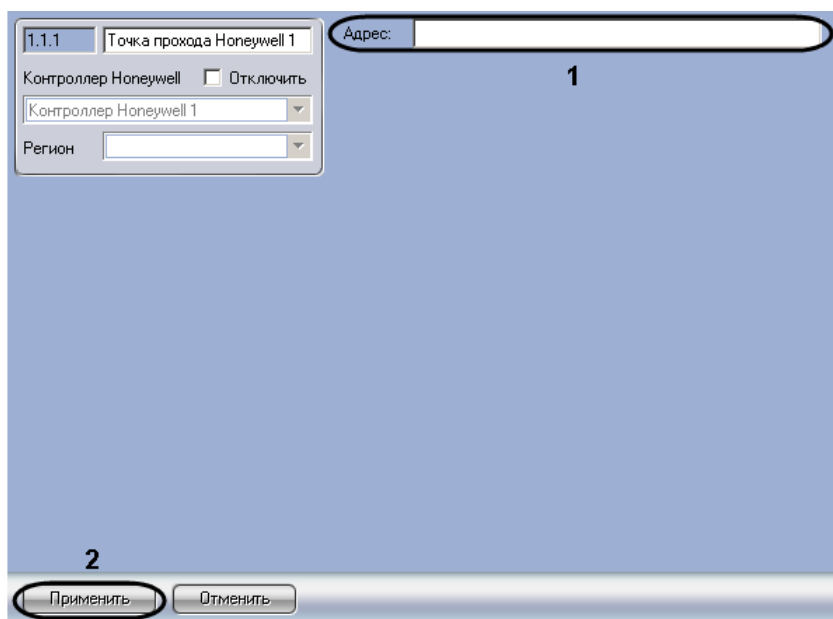

Рис. 3.5—2 Изменение адреса устройства
2. Ввести новый адрес устройства в поле **Адрес** (см. Рис. 3.5—2, 1).
3. Нажать на кнопку **Применить** (см. Рис. 3.5—2, 2).